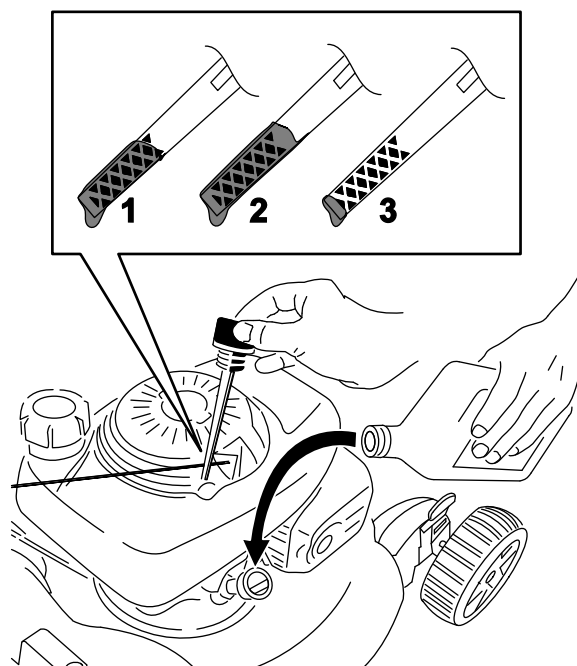

Figura 11
2. Retire la varilla girando el tapón en el sentido contrario a las agujas del reloj y tirando del mismo (Figura 11).
5. Observe en la varilla el nivel de aceite (Figura 11).
- Si el nivel de aceite de la varilla es demasiado bajo (Figura 11), vierta con
- Si el nivel de aceite de la varilla es demasiado alto (Figura 11), drene el exceso de aceite hasta que el nivel de aceite en la varilla sea correcto; consulte Cambio del aceite del motor \(página 15\).